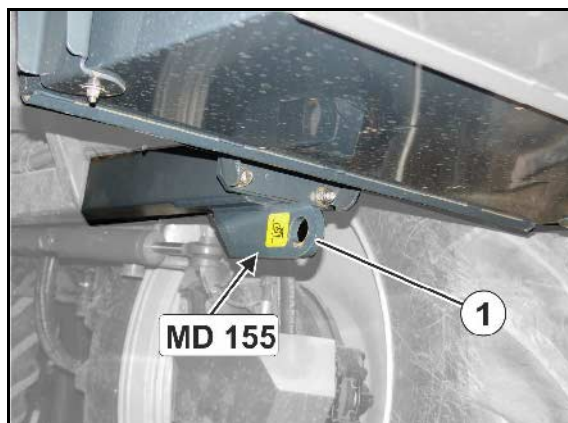

Fig. 4
- 1 Forreste fastsurringspunkt (Fig. 4/1)